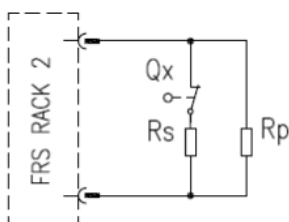

Рис. 5
- Дверной контакт** препятствует началу режима тушения в то время, когда дверь открыта. Открытие двери активирует дверной контакт, благодаря чему тушение не может начаться. При открытой двери огнегасящее вещество вышло бы за пределы защищаемого пространства, и его концентрация для эффективного тушения пожара была бы недостаточной. Целостность цепи дверного контакта контролируется непрерывно. Схема подключения дверного контакта приведена на рис. 5.